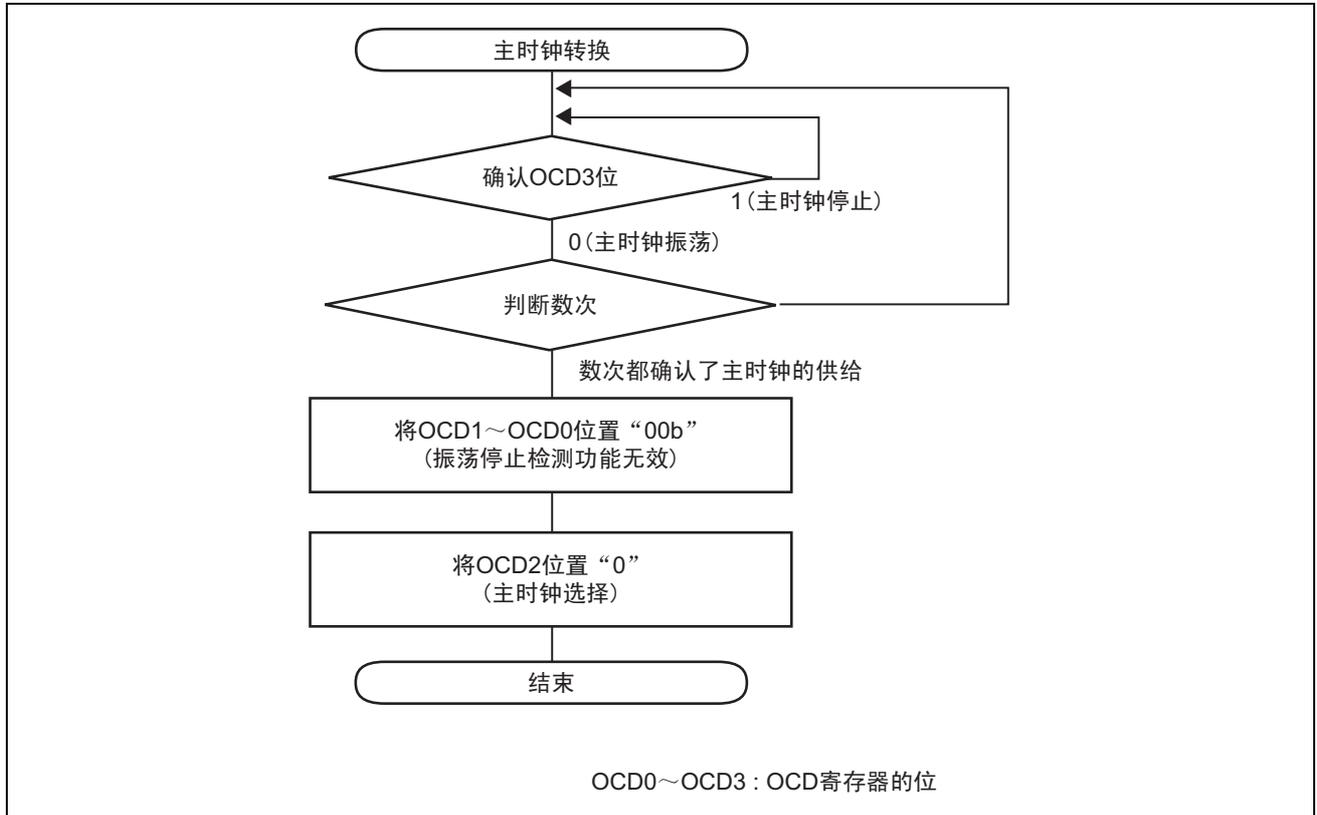

图 9.8 从低速内部振荡器转换到主时钟的步骤
- 在振荡停止后主时钟重新开始振荡时，必须通过程序将主时钟恢复到 CPU 时钟或者外围功能的时钟源。从低速内部振荡器时钟转换到主时钟的步骤如图 9.8 所示。